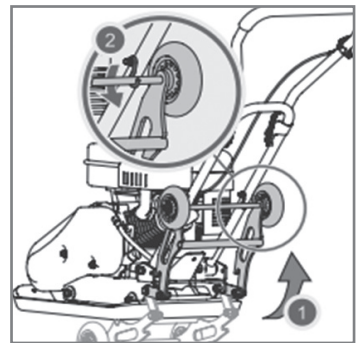
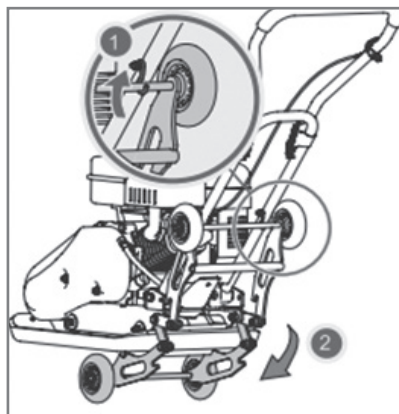

Рис. 5 Установка транспортировочной тележки в нерабочее положение
Рис. 6 Использование транспортировочной тележки
2. Установите транспортировочную тележку в нерабочее положение. Поднимите её вверх (шаг 1 на Рис. 5) и зацепите за крючки (шаг 2 на Рис. 5). Для транспортировки виброплиты, установите тележку как показано на Рис.6